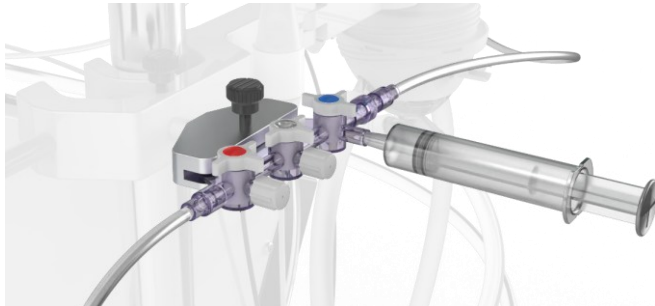

Figura 21 Desairear de la línea de muestra aspirando con una jeringa. Asegúrese de que la válvula azul esté en la orientación indicada.
- Abra la válvula azul del puerto de muestras (Figura 21).